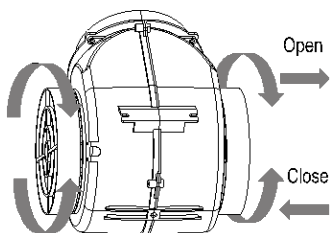

Рисунок 12
- Для отсоединения угольного фильтра, следует снять жироулавливающий, алюминиевый фильтр. См. рисунок 12.